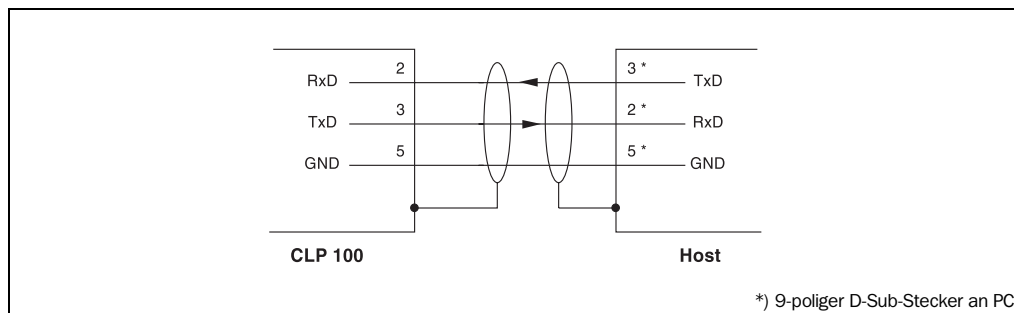

Abb. 5-1: Beschaltung der Hostschnittstelle
Abbildung 5-1 zeigt die Beschaltung der RS-232-Hostschnittstelle.
- Hostschnittstelle gemäß *Abbildung 5-1* korrekt beschalten.
- Hostschnittstelle des CLP 100 EMV-gerecht über abgeschirmte Leitungen an den Host anschließen (*siehe Abbildung 5-1*). Dabei maximale Leitungslängen beachten (*siehe Tabelle 5-3, Seite 16*).